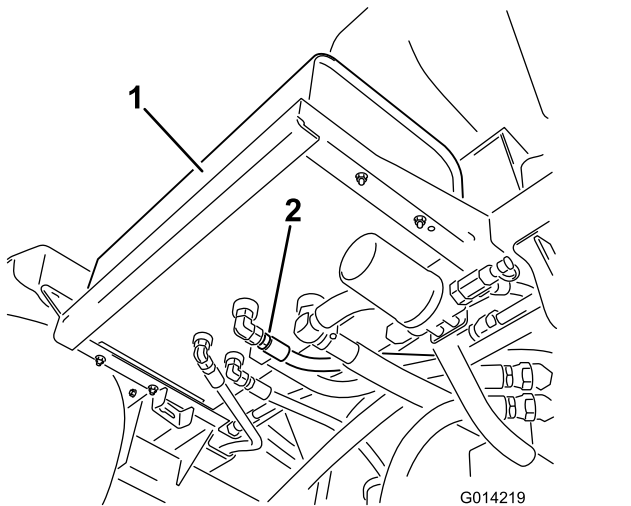

Bild 94
2. Reinigen Sie den Bereich um ein Hydraulikschlauch-Anschlussstück unten am Hydraulikölbehälter (Bild 94).
4. Nehmen Sie das Schlauch-Anschlussstück vom Behälter ab und lassen das Öl in die Wanne laufen (Bild 94).